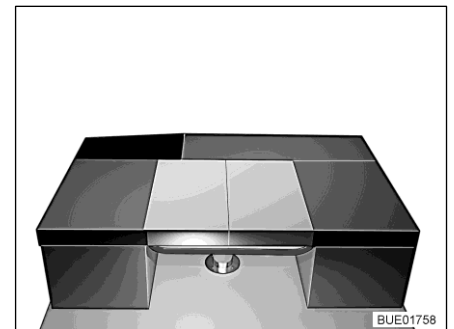

Fig. 167 Dopo la trasformazione
- Posizionare il cuscino dello schienale dei sedili laterali longitudinalmente sul tavolo (vedi Fig. 167).